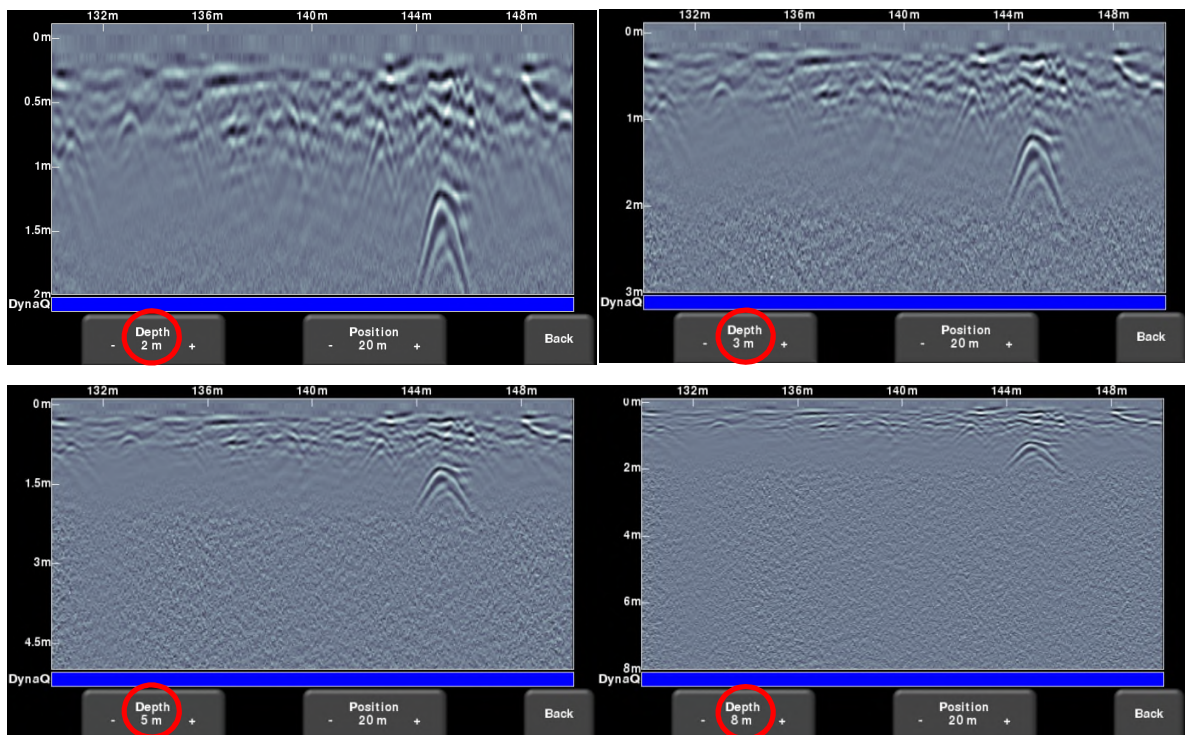

Abbildung 8-7: Unterschiedlich angezeigte Tiefe
- **Tiefe** – Durch Drücken der Schaltflächen **+** und **-** unter der Schaltfläche **Tiefe**, können Sie die Tiefenanzeige der erfassten Daten ändern. Dies wird im Allgemeinen als Tiefenfenster bezeichnet. Die voreingestellten Werte reichen von 1 m bis 8 m (US: 3' bis 25'), siehe Abbildung 8-7.